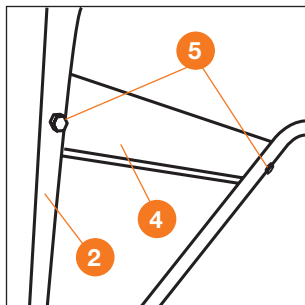

Рис. 14
9. Установка передней панели (Рис. 14).